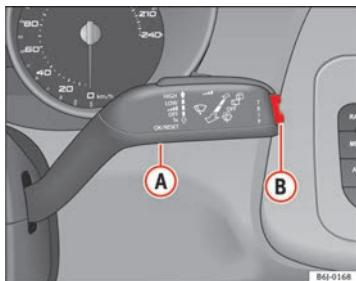

Fig. 34 Palanca del limpia-cristales: tecla A y tecla basculante B
- Con el encendido conectado, pulse brevemente la tecla **⇒fig. 34 A** de la palanca del limpiacristales para cambiar de una memoria a otra.